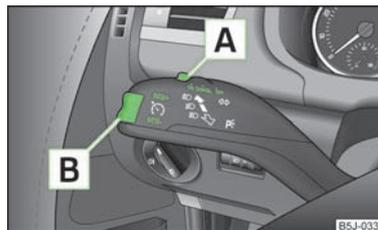

Fig. 81
- > Premere l'interruttore **A** » fig. 81 in posizione **ON**.
- Premere il tasto basculante **B** in » fig. 81 posizione **RES**.
- La velocità memorizzata potrà essere ridotta premendo il tasto basculante **B** in » fig. 81 posizione **SET**.
L'impianto di regolazione velocità sarà **temporaneamente disattivato**, premendo l'interruttore **A** » fig. 81 nella posizione molleggiata **CANCEL** o tenendo premuto il pedale del freno o della frizione.
- Premere l'interruttore **A** verso destra, » fig. 81 in posizione **OFF**.